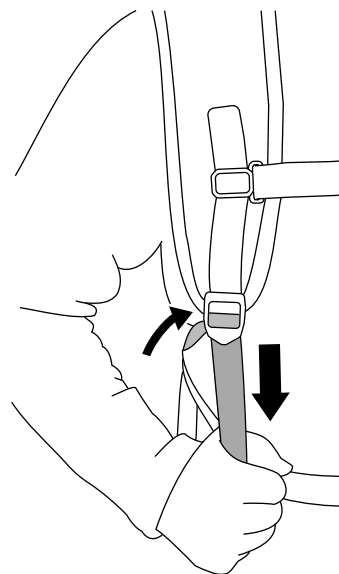

Figura 11
- Puxe para baixo o ajustador das correias de ombro até estarem bem apertadas (Figura 11).